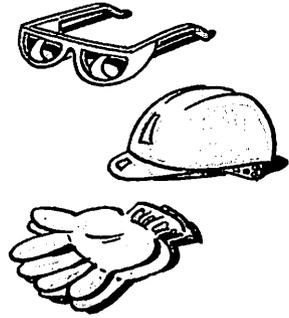

Fig. 14 : Matériel de protection individuel pour électricien.
4.1. Équipements de protection individuelle (EPI) (fig. 14)